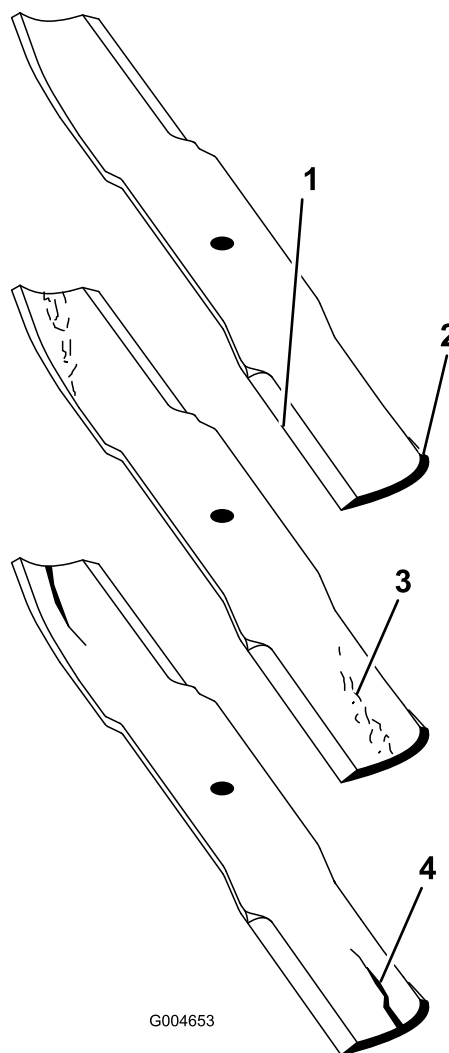

Figura 73
1. Inspeccione los filos de corte (Figura 73). Si los bordes no están afilados o tienen muescas, retire las cuchillas y afílelas. Consulte Afilado de las cuchillas \(página 40\).
2. Inspeccione las cuchillas, especialmente la parte de la vela (Figura 73). Si observa daños, desgaste o la formación de una ranura en esta zona (Figura 73), instale inmediatamente una cuchilla nueva.